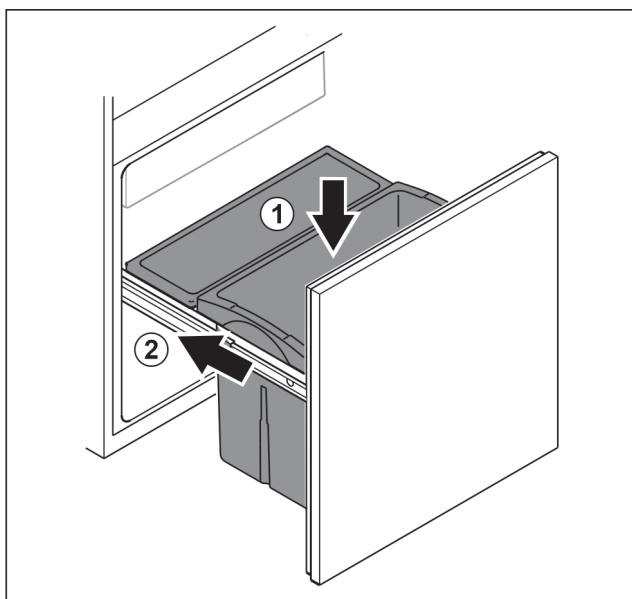

Fig. 102
- Inserire il cassetto dall'alto. Fig. 102 (1)
- Inserire il carrello spingendolo. Fig. 102 (2)